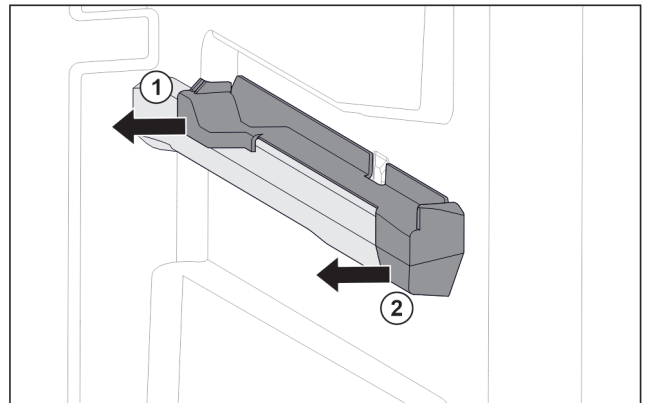

Fig. 118 Pieza de acoplamiento en la nervadura para recipientes derecha
- ▶ Retire la pieza de acoplamiento por detrás lateralmente. Fig. 118 (1)
- ▶ Retire la pieza de acoplamiento por delante lateralmente. Fig. 118 (2)